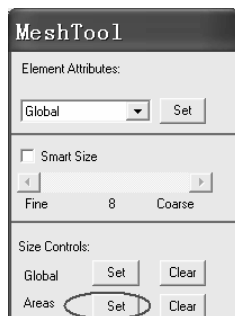

图 3-121 “MeshTool” 窗口
(11) 依次选择 Utility Menu>Plot>Areas, 三角形重新出现。
(12) 依次选择 Main Menu>Preprocessor>Meshing>MeshTool, 弹出“MeshTool”窗口。单击“MeshTool”窗口中“Areas”后面的“Set”按钮(见图 3-121), 弹出“Elem Size...”窗口(见图 3-122)。单击三角形面, 然后单击“Elem Size”窗口中的“OK”按钮, 弹出“Element Size at Picked Areas”窗口(见图 3-123)。在该窗口中“Element edge length”后的方框内输入“0.01”, 然后单击“OK”按钮。以上设置规定单元的边长为 0.01。